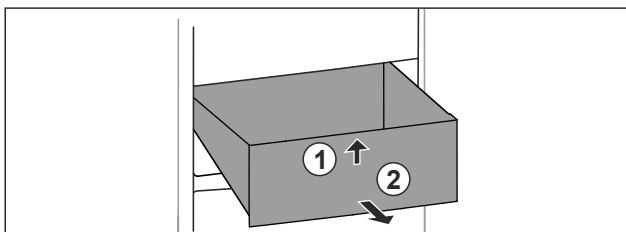

Fig. 77
- ▶ Sollevare il cassetto dal davanti. Fig. 77 (1)
- ▶ Rimuovere il cassetto tirandolo in avanti. Fig. 77 (2)